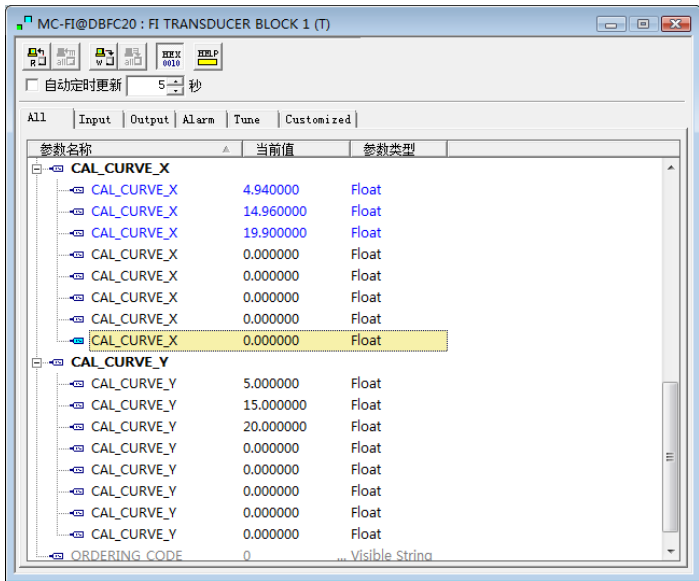

图4.4 参数 CAL\_CURVE\_X 的配置
- 2) 通过标准电流表测量出实际的输出电流值，将该值写入 CAL\_CURVE\_X 数组。例如将读到的 4.94，14.96，19.9 分别写在 CAL\_CURVE\_X 数组里，如图 4.4 所示。到此校准工作结束。